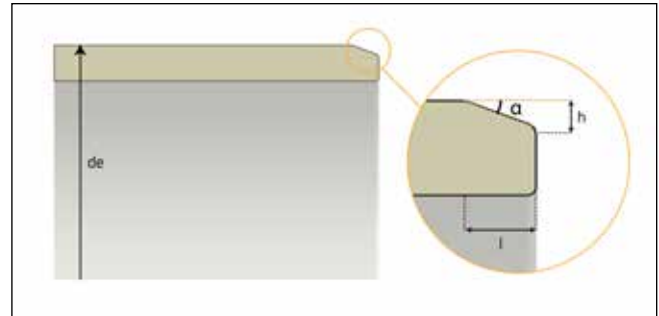

Abb. 65: Erforderliche Anfasung des Rohrspitzendes
- Fasen Sie die Schnittkante an der Außenseite des Rohres gemäß Tabelle 16 an und runden Sie die Kanten mit einer Schleifscheibe ab (Abb. 65).